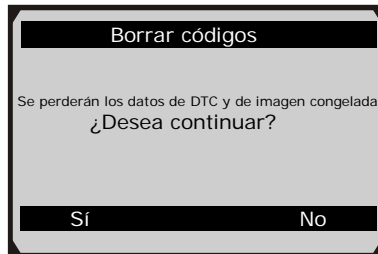

Figura 6.7
- Si presiona el botón de función **Sí** o el botón **OK**, se mostrará un mensaje de advertencia para que confirme la acción. (Figura 6.7)